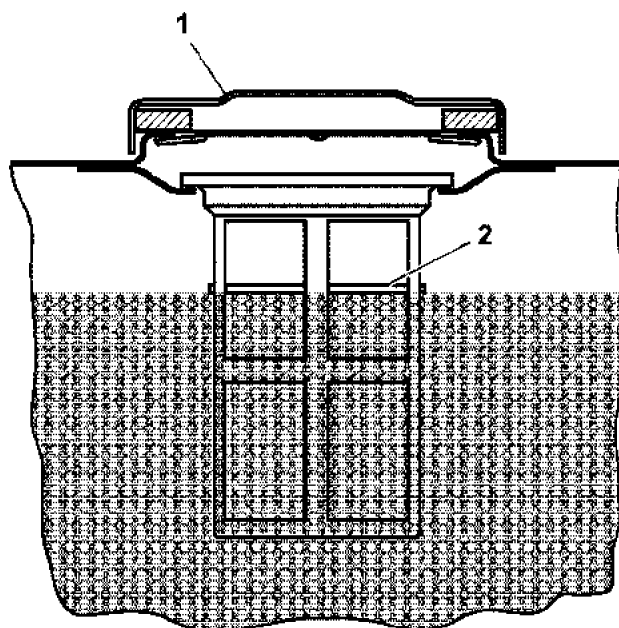

Рисунок 15
2. Снять крышку топливозаливной горловины (Рисунок 15, (1)) с топливного бака.